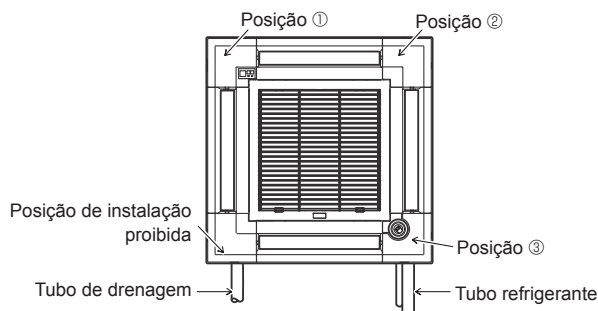

Fig. 9-11
O painel de canto do recetor de sinal não pode ser instalado no lado do tubo de drenagem da unidade principal. (Consulte a Fig. 9-11)
- O painel de canto do i-see Sensor deve ser fixo na grelha ① com o parafuso ③.
- * Se a posição do i-see Sensor tiver sido alterada da posição predefinida (posição ③) para outra posição, altere as definições da função. (Consulte a página 146 e a Fig. 9-11)
- O painel de canto do i-see Sensor não pode ser instalado no lado do tubo de drenagem da unidade principal. (Consulte a Fig. 9-11)